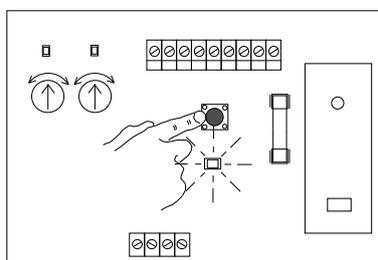

Fig. 4.8.3
Apriete el botón rojo 4 veces (con una duración total de 3 segundos) para cambiar el canal de la tarjeta receptora. El cambio sera confirmado por un LED (CH) verde. See fig. 4.8.3.